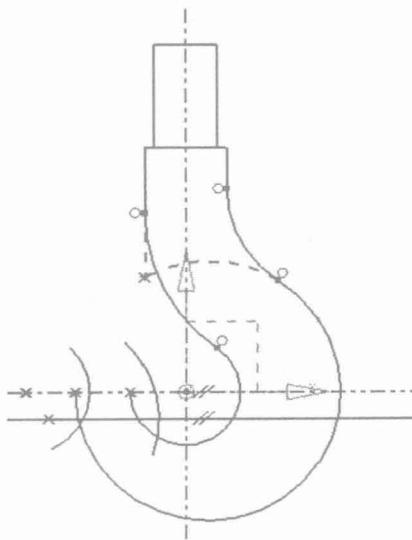

图 1-10 绘制圆弧
(9) 单击“特征”工具栏上的【生的线条】按钮，作距离为“9”的直线，分别在直线和水平参考线上作 R24 和 R14 的圆弧，如图 1-10 所示。